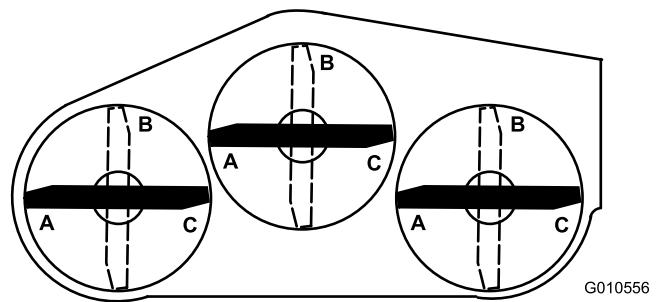
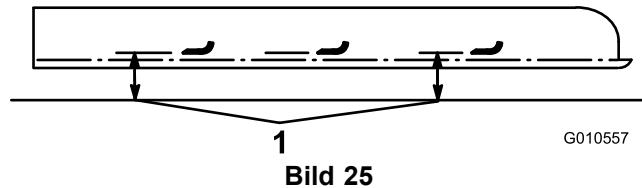

Bild 24
Bild 25
6. Notieren Sie den Wert, den Sie an der A-Stellung erhalten haben, drehen Sie die Messer auf die B-Stellung (Bild 24) und messen den Abstand aller Messer zur ebenen Fläche; notieren Sie den Wert (Bild 25).
7. Drehen Sie die Messer in die C-Stellung, messen und notieren Sie den gemessenen Wert (Bild 24 und Bild 25).
5. Stellen Sie alle drei Messer in die A-Stellung (Bild 24) und messen von der ebenen Fläche bis zur Unterkante jeder Messerspitze (Bild 25).